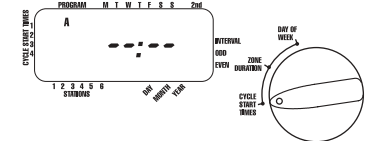

FIGURE 4 : Écran à cristaux liquides indiquant l'heure de début d'arrosage
- Le réglage de l'heure de début du cycle est le même pour les deux programmes. Tournez le cadran rotatif sur la position **CYCLE START TIMES (HEURES DE DÉBUT DE CYCLE)** du programme que vous voulez définir. L'affichage indiquera un A ou un B en fonction du programme sélectionné. L'affichage montre un -- et le curseur clignote à la position **CYCLE STAR 1 (DÉBUT DE CYCLE)** [Voir Figure 4].